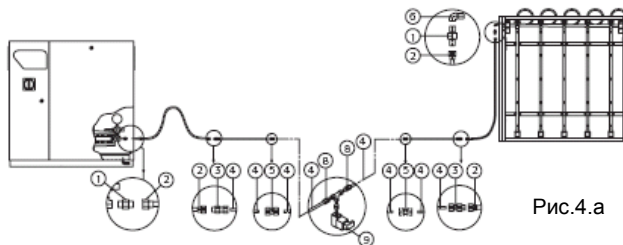

Рис.4.а
- при использовании комплекта шлангов CAREL, жидкий Тефлон требуется только для узлов соединений (см. "8" и "9" Рис.4.а);